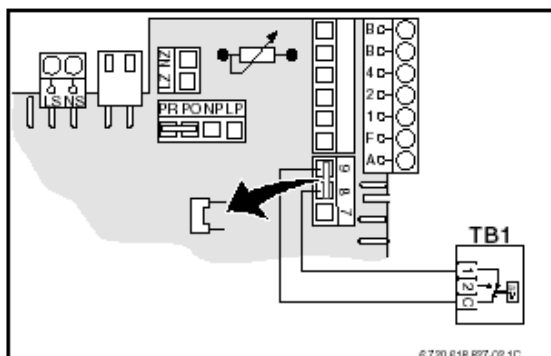

Fig. 23
- Anschluß von Thermostat TBI an ST8 (siehe Fig. 23)